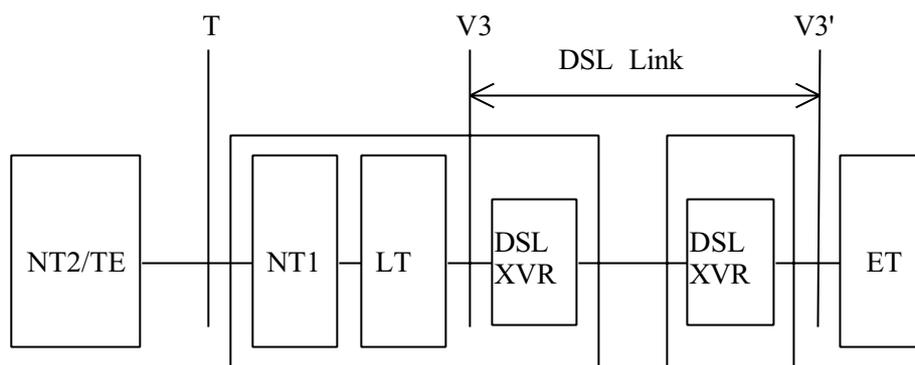

Рисунок 3-4: Опорные точки PRA.
- "Ведомый" модем, установленный в помещении пользователя, конфигурируется как NT1 и LT. Прямой доступ к станции осуществляется по линии передачи данных DSL, работающей в прозрачном режиме. Все данные, включая временной интервал 0, поступающие от станции, должны передаваться прозрачно (и временной интервал 0 тоже) на модуль сетевого окончания PRA-NTU, следовательно, оборудование DSL, обеспечивающее окончание линии, должно быть E1 и работать в прозрачном режиме (смотрите рисунок 3-4).